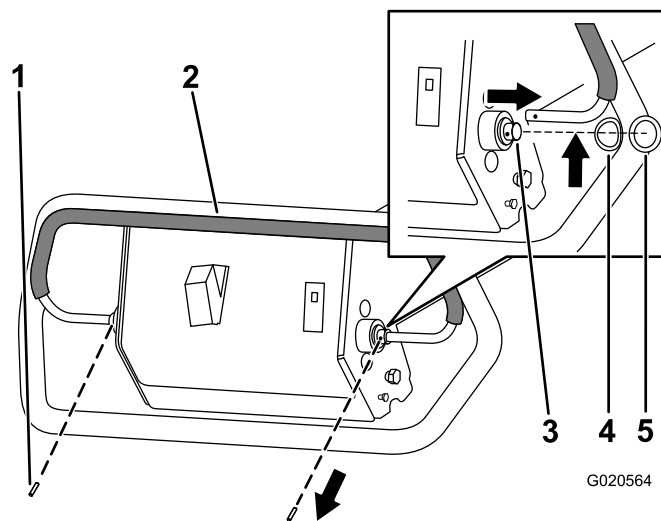

Figura 6
- Retire o pino de segurança da extremidade esquerda do manipulador de tracção (Figura 6).
- Retire o pino de segurança da extremidade direita do manipulador de tracção (Figura 6).
- Eleve a extremidade esquerda do manipulador de tracção e mova-o para a esquerda até que o manipulador fique solto do eixo articulado (Figura 6).
- Mova o manipulador de tracção para a direita a partir do eixo articulado (Figura 6).
- Remova o manipulador de tracção (Figura 6).